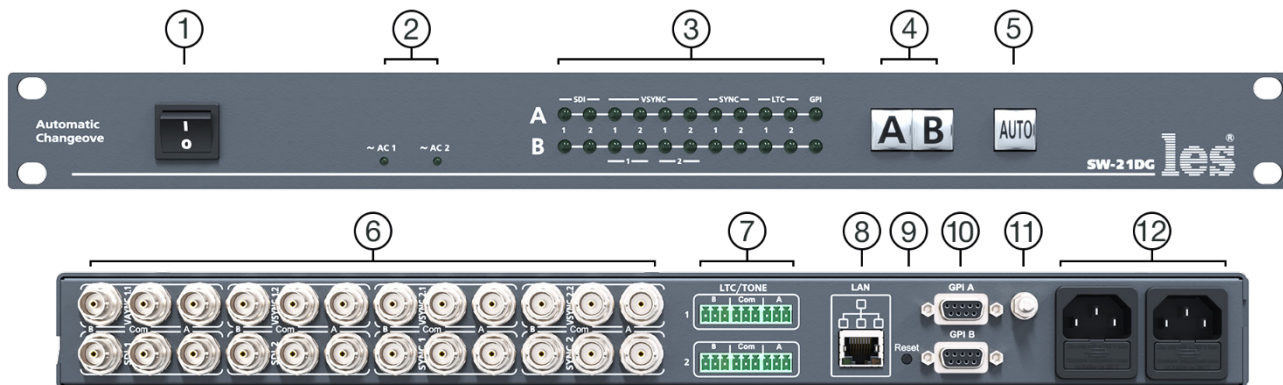

Рисунок 1
6. Подключите шнуры питания к разъёмам IEC C14 (рисунок 1, позиция 12). Обратите внимание на то, что третий провод сетевого шнура используется для заземления корпуса (защитное заземление), которое рекомендуется делать единым для всего комплекса аппаратуры.